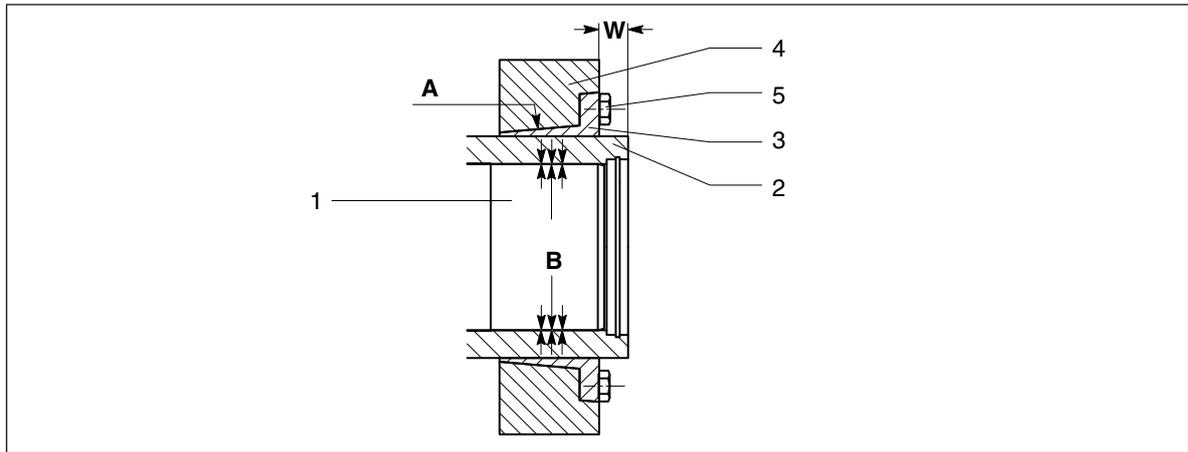

Figura 54: Montagem do disco de retracção
As superfícies cónicas dos anéis interior e exterior (Pos. 3 e 4, ver figura 54) têm de ser limpas de massa lubrificante e óleo.
- Aplicar uma camada fina e uniforme de lubrificante sobre as superfícies cónicas dos anéis interior e exterior (Pos. 3 e 4, ver figura 54).
- Aplicar lubrificante nos parafusos de aperto (Pos. 5, ver figura 54) da superfície de apoio e da rosca.